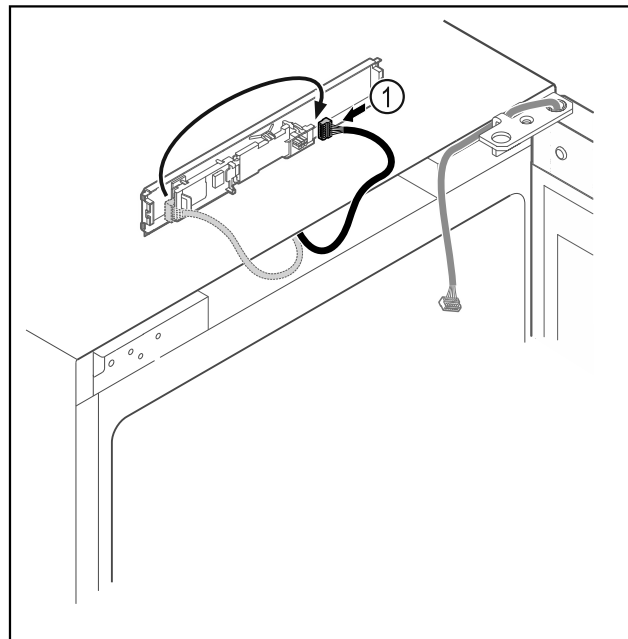

Fig. 8
- ▶ Переставьте штекер Fig. 8 (1) на панели.